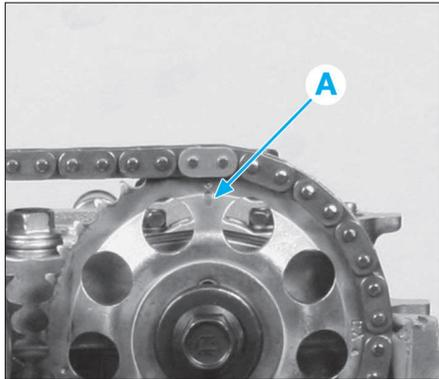

FIG. 28
- Tourner dans le sens horaire, le vilebrequin jusqu'à ce que le repère (A) de la roue dentée d'arbre à cames d'échappement, soit aligné comme illustré (Fig.28).